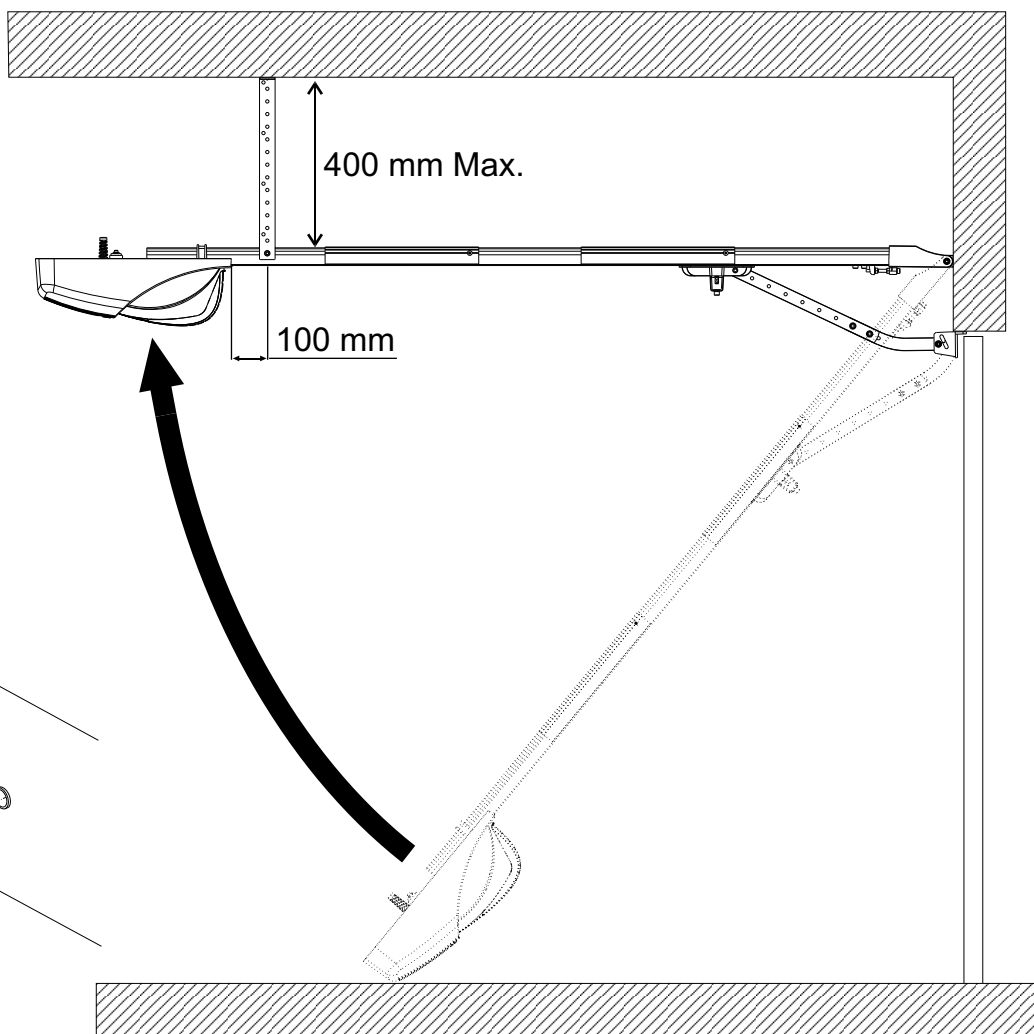

Fig. 9
- Eleve el Corona y fíjelo en el techo con las bridas correspondientes, manteniendo una distancia máxima desde el techo de 400 mm y asegurándose de que el Corona queda completamente horizontal (Fig. 9);